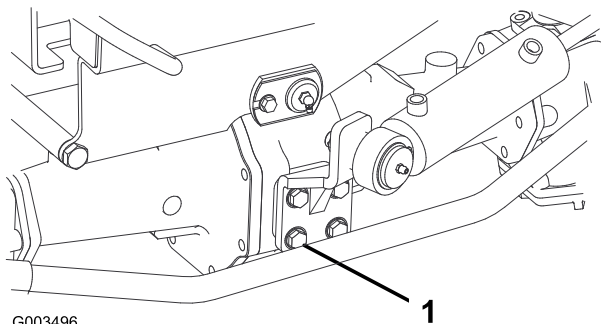

図 69
2. ステアリングシリンダのボルト4本を6581N・m 6.68.3kg・m = 4860ft・lbにトルク締めする 図 69。